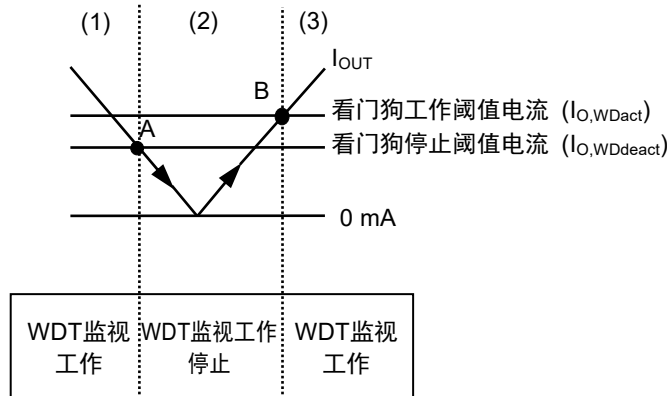

图45 自律看门狗工作功能
- (1) 稳压器的 $I_{OUT}$ 大于或等于看门狗工作阈值电流 ( $I_{O,WDact}$ )，并且比较器 (C1) 的输入电压 ( $V_{WDact}$ ) 高于基准电压 ( $V_{ref}$ ) 时，C1的输出变为 "H"。此时，看门狗定时器开始进行工作。
- (2) 当 $I_{OUT}$ 降低到小于或等于看门狗停止阈值电流 ( $I_{O,WDdeact}$ ) (图45的A点) 时， $V_{WDact}$ 也降低到小于或等于 $V_{ref}$ ，C1的输出变为 "L"。此时，看门狗定时器停止监视工作。即使 $I_{OUT}$ 上升，在未达到 $I_{O,WDact}$ 时，看门狗定时器保持停止监视工作的状态。
- (3)  $I_{OUT}$ 再继续上升，达到大于或等于 $I_{O,WDact}$  (图45的B点) 时， $V_{WDact}$ 也上升到大于或等于 $V_{ref}$ ，C1的输出变为 "H"，看门狗定时器开始监视工作。